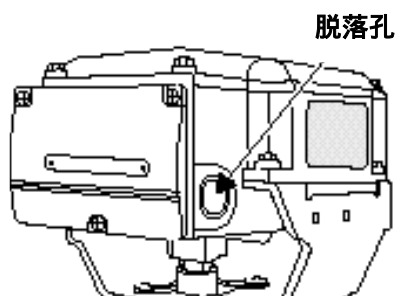

图8
- 2) 在进行接线时，必须在操作器上开脱落孔。这时，在端子台的两侧有22 的非贯通孔，根据接线管的安装方向，挑选合适的孔径用螺丝刀轻轻敲击即可打通该孔。(参照图8)